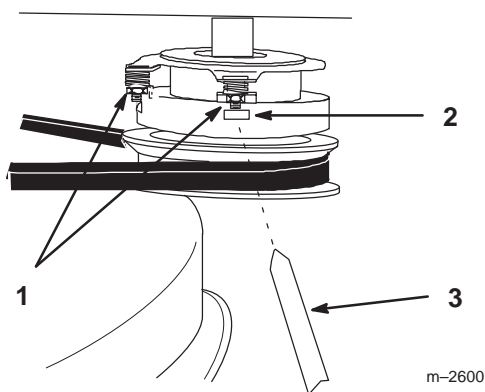

Figure 36
1. Pour régler l'embrayage, serrez ou desserrez les contre-écrous sur les goujons à bride (Fig. 36).
2. Vérifiez le réglage en introduisant une jauge d'épaisseur dans les fentes à côté des goujons (Fig. 36).